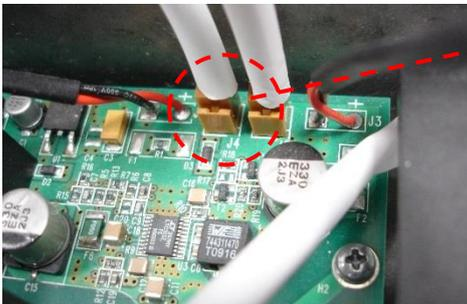

Abb. 7:
- Bei Ausführung **mit Netzteil**: Trennen Sie die ggf. zur Netzausfall-Überbrückung angeschlossenen Modem-Pufferbatterien vom internen Netzteil! (siehe Abb. 7)
- Bei Ausführung **mit Netzteil**: Trennen Sie die ggf. zur Netzausfall-Überbrückung angeschlossenen Modem-Pufferbatterien vom internen Netzteil! (siehe Abb. 7 weiter oben)